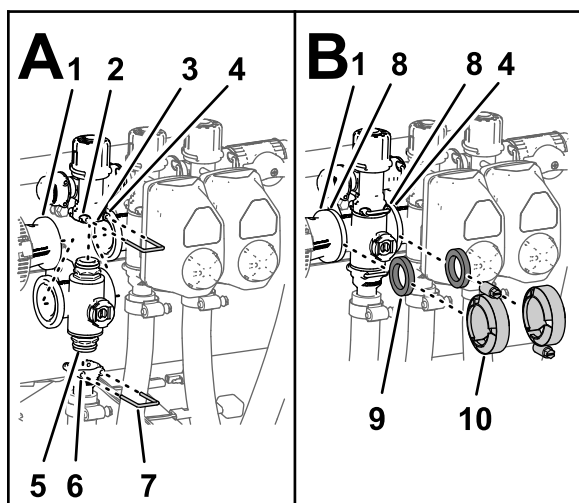

Bild 83
1. Setzen Sie das obere Endkappen-Anschlussstück des Verteilerventils in das Anschlussstück des Sicherheitsventils ein (Bild 83 A).
2. Stecken Sie einen Halter in die Buchse des Anschlussstückes des Sicherheitsventils, um das Endkappen-Anschlussstück am Anschlussstück des Sicherheitsventils zu befestigen (Bild 83 A).
3. Montieren Sie das Auslaufanschlussstück am unteren Endkappen-Anschlussstück des Verteilerventils (Bild 83 A).
4. Stecken Sie einen Halter in die Buchse des Auslaufanschlussstücks, um das Endkappen-Anschlussstück am Auslaufanschlussstück zu befestigen (Bild 83 A).
5. Fluchten Sie eine Dichtung zwischen den Flanschen der Reduzierkupplung und dem Abschnittventilverteiler aus (Bild 83 B).
6. Montieren Sie die Reduzierkupplung, die Dichtung und den Abschnittventilverteiler mit einer Klemme und ziehen sie mit der Hand an (Bild 83 B).
7. Fluchten Sie für den Einbau der zwei ganz linken Abschnittventile eine Dichtung zwischen den Flanschen der zwei danebenliegenden Abschnittventilverteiler aus (Bild 83 B).
8. Montieren Sie die zwei benachbarten Abschnittventilverteiler und die Dichtung mit einer Klemme und ziehen sie mit der Hand an (Bild 83 B).